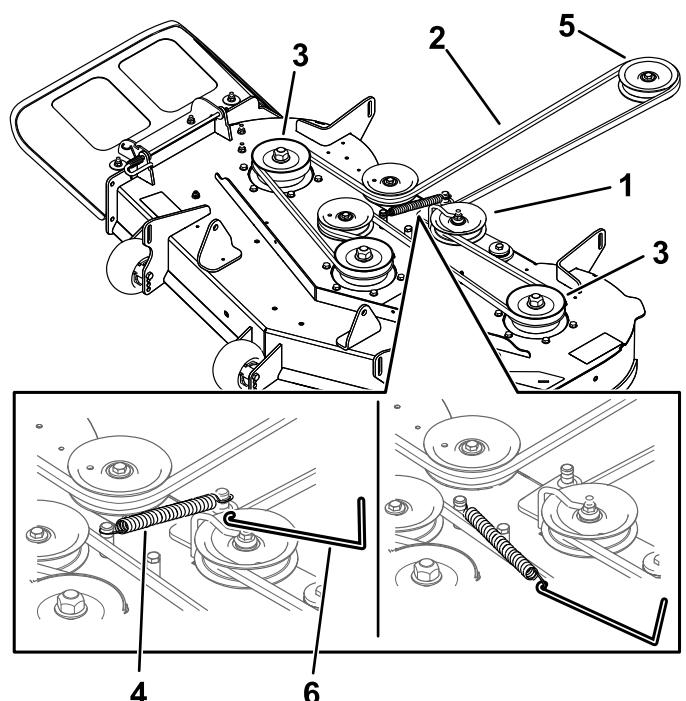

Figura 62
7. Con una herramienta para la retirada de muelas (Pieza Toro N.º 92-5771), retire el muelle tensor del gancho de la carcasa para eliminar la tensión de la polea tensora y retire la correa de las poleas (Figura 62).
8. Pase la correa nueva alrededor de las poleas del motor y del cortacésped (Figura 62).
9. Con una herramienta para la retirada de muelas (pieza Toro N.º 92-5771), instale el muelle tensor sobre el gancho de la carcasa y tense la polea tensora y la correa del cortacésped (Figura 62).